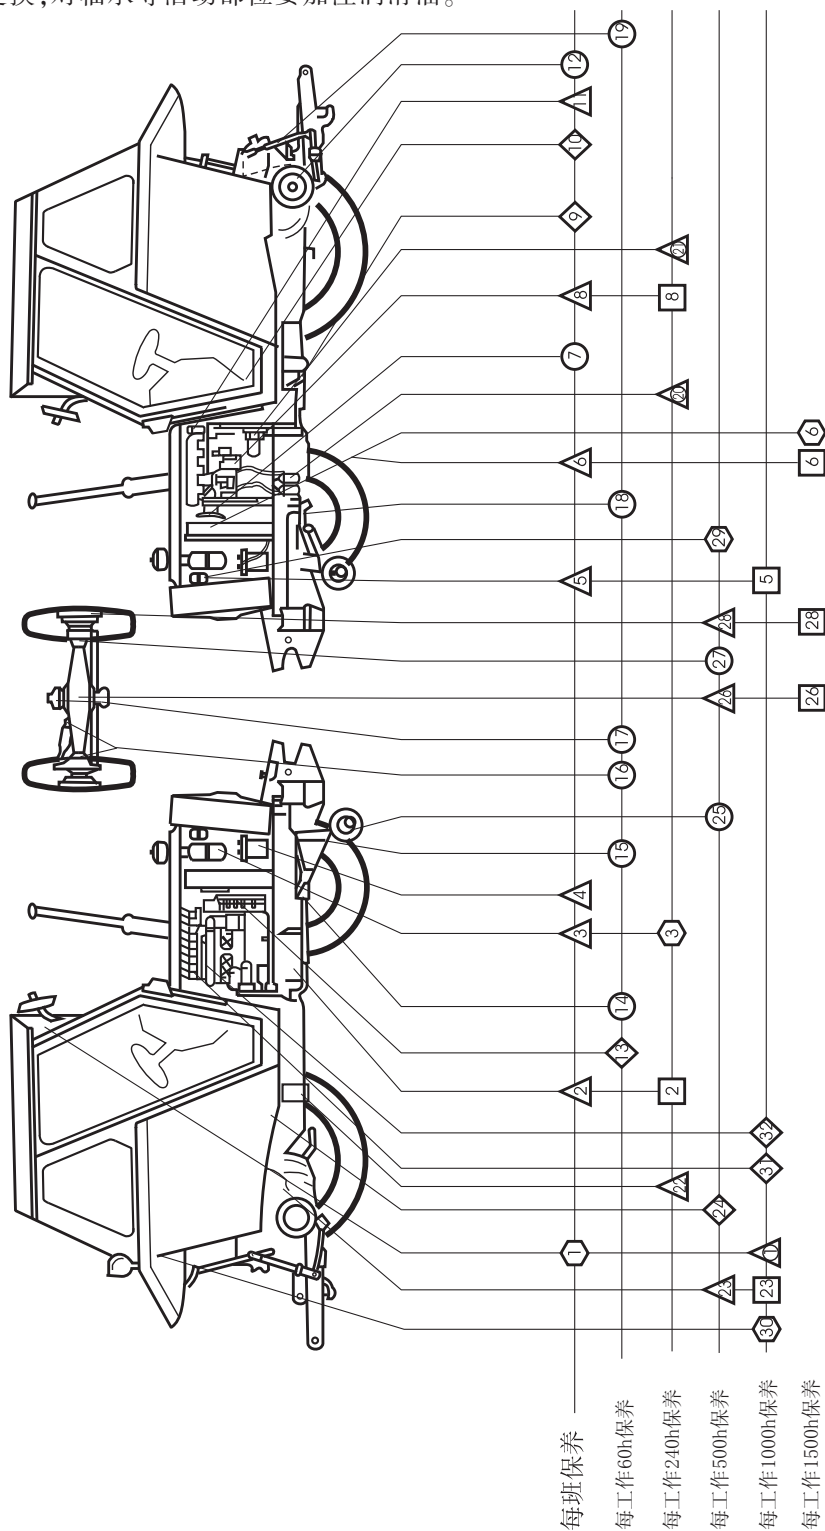

图 5-1 整机维护保养
- 4 按维护保养图 5-1,表 5-1 加注润滑脂。
- 2 按维护保养图 5-1、表 5-1 加注润滑脂。
2 按维护保养图 5-1,表 5-1,加注润滑脂。
拖拉机的维护保养部位、操作内容、保养周期见图 5-1 和表 5-1。